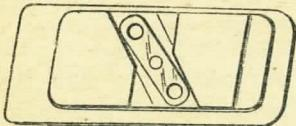

Рис. 56. Правая щечка
**97. Щечки рукоятки** (рис. 56 и 57) прикрывают боковые окна рукоятки и служат для удобства держания пистолета в руке. Они имеют: на наружной поверхности — **желобки**; на внутренней — **выборки** для тяги спуска, **выступы** и **выборки** для закрепляющих планок щечек; левая щечка, кроме того, внизу имеет **выем** и **срез** для ушка.